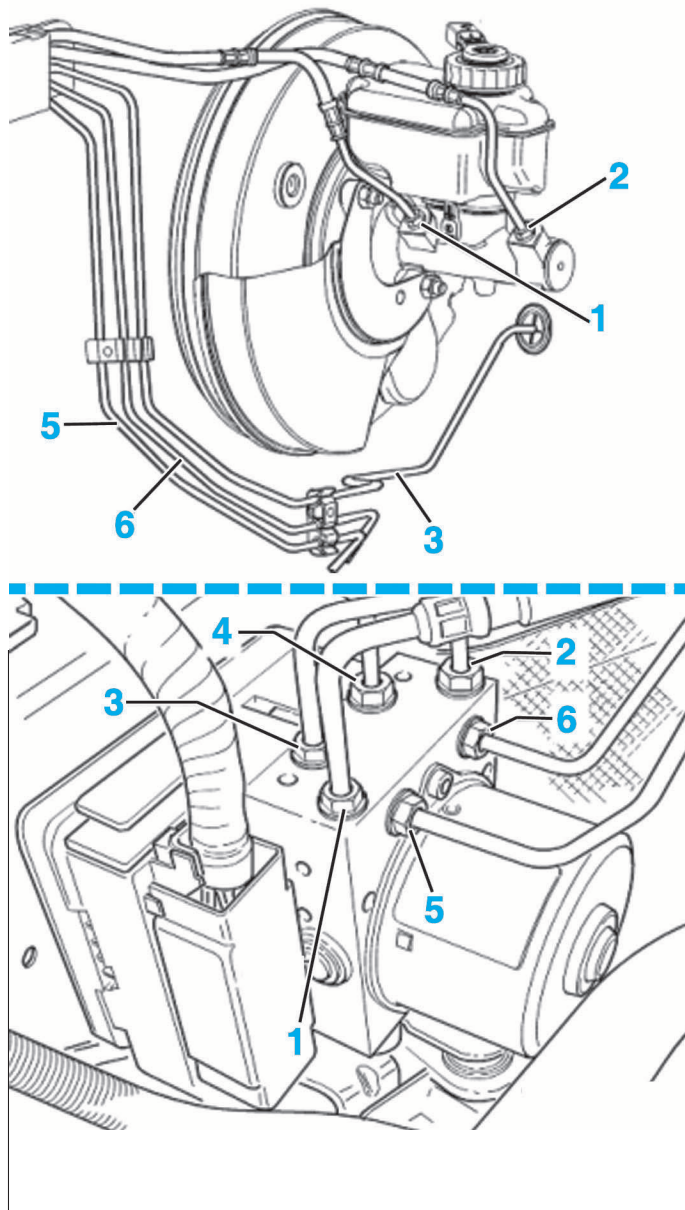

FIG. 18
- respecter la position des canalisations de frein sur le groupe hydraulique (Fig.18) et leur couple de serrage.